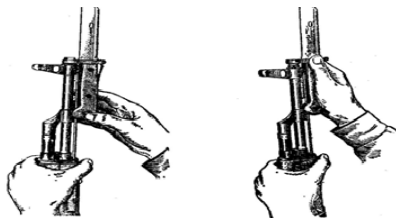

Рис. 38. Примыкание и отмыкание штык-ножа
камеры (рис. 38), а кольцом на муфту ствола до полного закрывания защелки.
2. Отмыкание штык-ножа. Взять автомат в левую руку, перевести его в вертикальное положение; поддерживая рукоятку штык-ножа указательным и средним пальцами правой руки, большим пальцем этой руки нажать на защелку (рис. 38) и отделить штык-нож от автомата; вложить штык-нож в ножны.